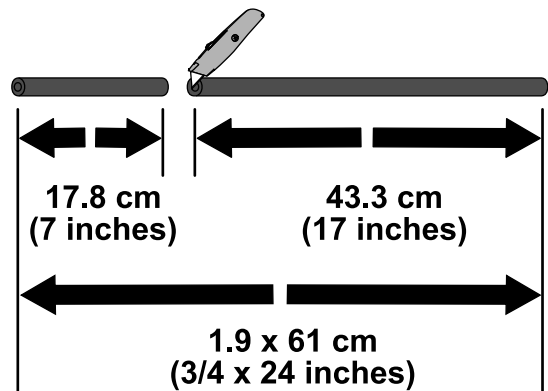

Bild 4
- Messen Sie 17,8 cm vom Schlauchende und markieren Sie die Stelle (Bild 4).